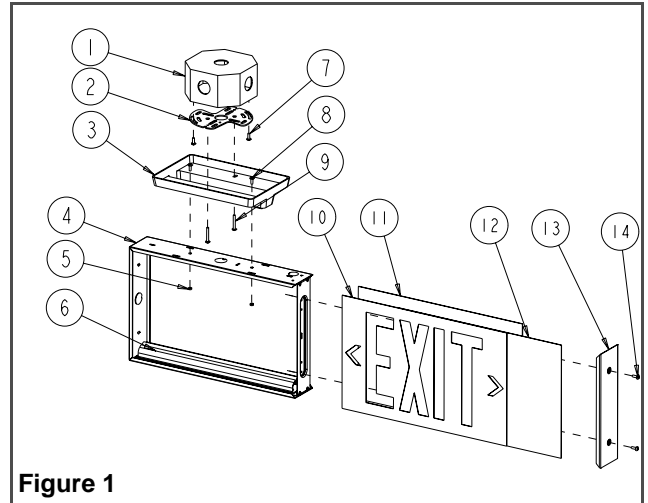

Figure 1
3. Pour ouvrir l'enseigne, enlever les vis de la plaque d'extrémité (voir fig. 1) et glisser la face découpée et le diffuseur de couleur pour les sortir du boîtier.